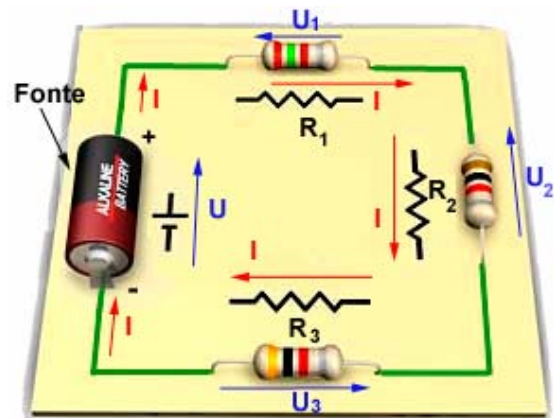

Figura 9 – Exemplo de associação em série de resistores.
O circuito ilustrado na figura 9 apresenta uma *associação em série* de resistores.
Verifica-se pela análise da figura 9 que, na associação série, a corrente que circula por todos os resistores é a mesma.
- 1) Calcule a resistência equivalente do circuito da figura 9, sabendo-se que $R_1 = 2,5 \text{ k}\Omega$, $R_2 = 1 \text{ k}\Omega$ e $R_3 = 3 \text{ k}\Omega$.
- 2) Sabendo-se que a tensão da fonte do circuito da figura 9 é igual a 13 V, calcule a corrente e a tensão em cada resistor.